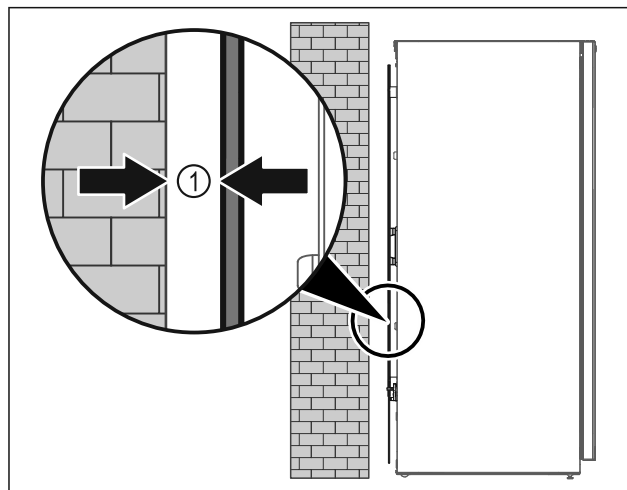

Fig. 10
- ▶ Поставете уреда свободностоящ в помещението или директно на стената на минимално разстояние от 5 mm Fig. 10 (1).